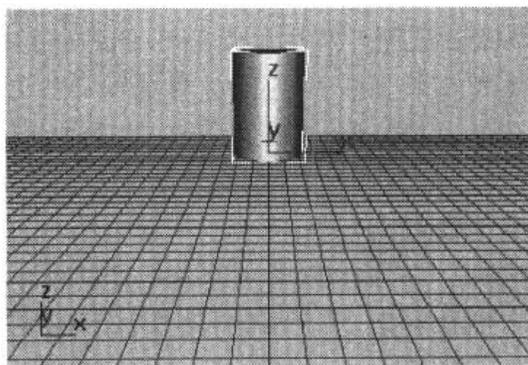

图 1-10 Perspective 窗口中的圆柱体
Step 3 然后单击 Create 按钮，得到如图 1-10 所示的圆柱体。这样制作出的圆柱体将正好把笔芯的上半部分罩住。或者将 Z 坐标值设为 80，将高设为 -30 毫米，所得到的圆柱体的大小和位置都是一样的。读者可以自己试着操作，以便对通过键盘输入